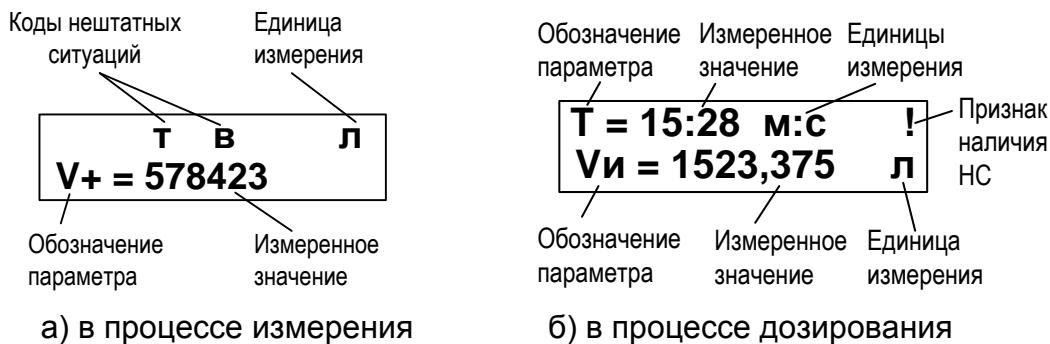

Рис. 3. Вид индикации расходомера.
- в процессе измерения (рис.3.а) – коды нештатных ситуаций (НС) и единицы измерения (первая строка), измеряемые параметры и результаты измерений (вторая строка);
- в процессе дозирования (рис.3.б) – параметры дозирования и единицы измерения (первая и вторая строки).
При наличии нештатной ситуации в работе трубопровода или неисправности прибора в первой строке индикатора отображаются соответствующие символы (рис.3а).